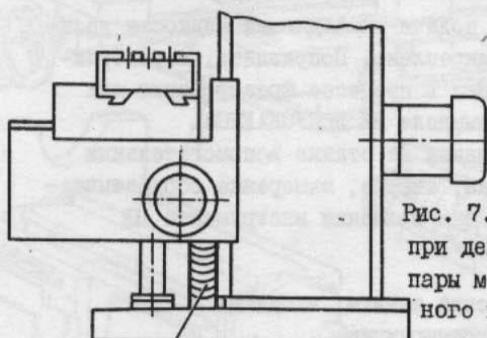

Рис. 7. Упор под консолью при демонтаже винтовой пары механизма вертикального перемещения стола
4.2.4. При демонтаже винтовой пары механизма вертикального перемещения стола под консоль, во избежание ее падения, следует подвести упор I (рис.7).